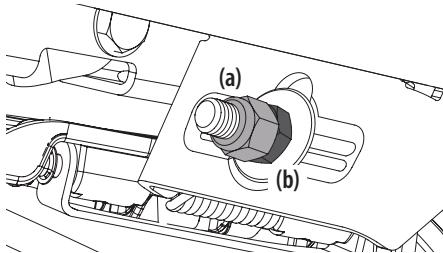

Figura 40
- Para **elevar** el frente de la plataforma, extraiga la tapa de extremo, afloje la contratuerca exterior (a) y apriete (rosca hacia adentro) la tuerca interior (b) contra la ménnsula de suspensión delantera. Consulte la Figura 40. Una vez alcanzado el ajuste adecuado, vuelva a ajustar la contratuerca exterior (a) y vuelva a colocar la tapa de extremo.
- Para **bajar** el frente de la plataforma, extraiga la tapa de extremo, afloje la contratuerca exterior (a) y afloje (rosca hacia afuera) la tuerca interior (b) alejándola de la ménnsula de suspensión delantera. Consulte la Figura 40. Cuando se logre el ajuste correcto, vuelva a apretar la contratuerca externa (a) hasta 57 pies-libras (77 N·m) y vuelva a colocar la tapa de extremo.